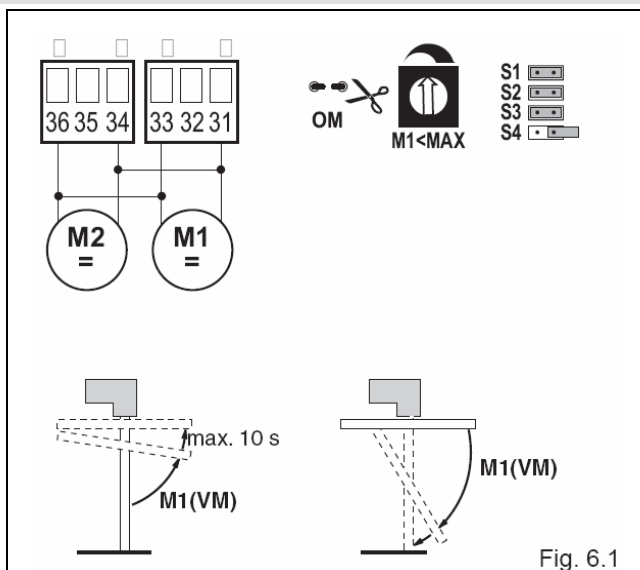

Fig. 6.1
- (Fig. 6.1) **Végállás kapcsolók nélküli alkalmazás**